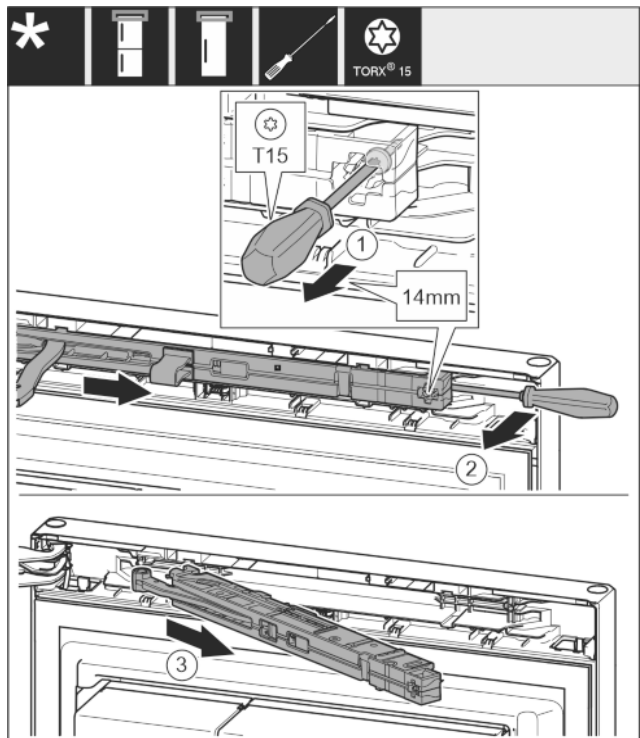

Fig. 9
- ▶ Odvijačem T15 otpustite vijak na jedinici prigušivača zatvaranja oko 14 mm. Fig. 9 (1)
- ▶ Umetnite odvijač na strani prijanjanja iza jedinice prigušivača zatvaranja i okrenite prema naprijed. Fig. 9 (2)
- ▶ Izvucite jedinicu prigušivača zatvaranja. Fig. 9 (3)